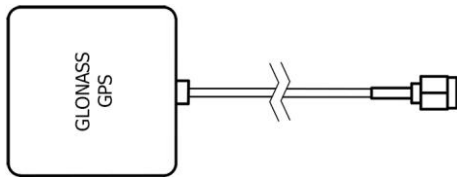

Рисунок 2. ГЛОНАСС/GPS антенна
- h. Вставьте SIM-карту в модуль, сориентировав её контактной группой от лицевой крышки модуля и боковым срезом внутрь корпуса до легкого щелчка (рис. 2).